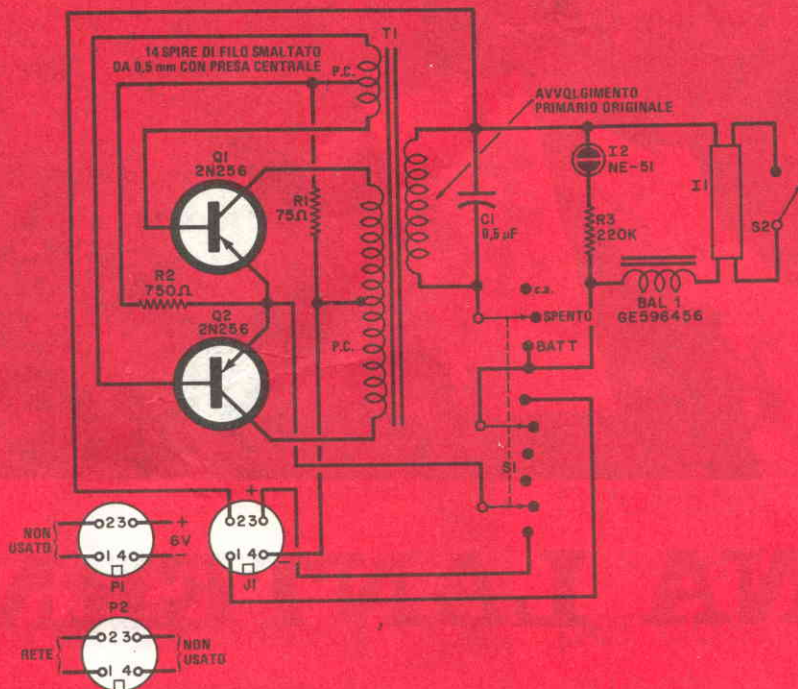

Fig. 1 - Un oscillatore di potenza a due transistori genera circa 110 V per la lampada ultravioletta.
**Come funziona** - Come si vede nella *fig. 1*,